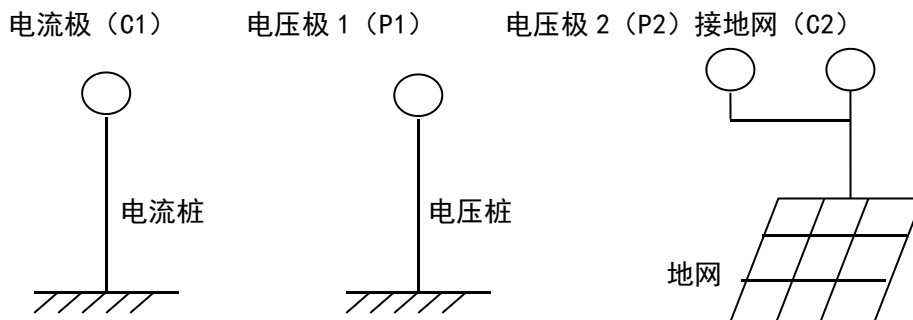

图 2 三极法测量接线示意图
- 3) 电流测试线和电压测试线按规定的长度将一端与仪器相接后平行放出。另一端分别接在两支地桩上 (如图 2 所示)。